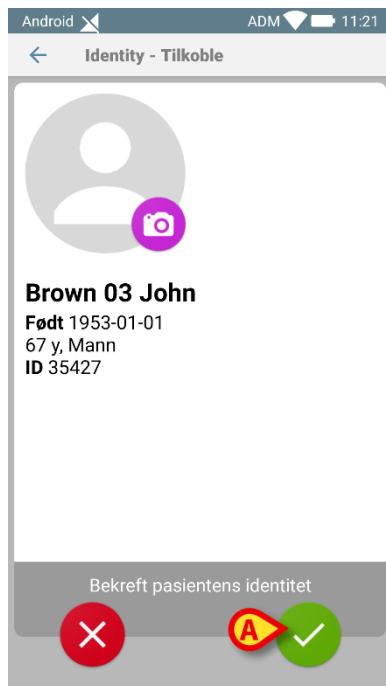

Fig. 167
Bekreftelse er påkrevd. Etter bekreftelse vises følgende skjermbilde, som oppsummerer pasientdataene som er angitt (Fig. 167).
- Trykk på ikon  for å bekrefte (Fig. 167 **A**).